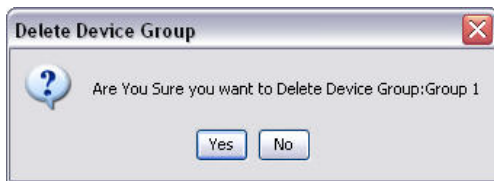

FIG. 131
- c. Utilisez la souris pour sélectionner de nouveau le dossier du groupe sur le côté Système Matrix de l'écran. Cliquez sur le bouton Supprimer le Groupe. L'invite de la commande Supprimer le Groupe de dispositifs s'affiche pour vous demander si vous êtes sûr de vouloir supprimer le groupe de dispositifs : désigné « X » (à la FIG. 131 ci-dessous, le dossier est désigné Groupe 1). Cliquez sur Oui pour supprimer le dossier du groupe ou Non si vous ne voulez pas le supprimer.